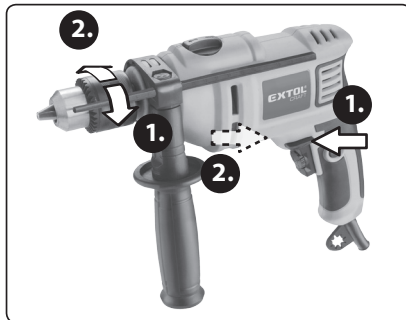

Abb. 7
3. Um die Drehrichtung des Bohrmaschinenspindelkopfes einzustellen, drücken Sie den Drehrichtungsschalter (Abb. 1, Position 5). Um die Spindel in Richtung "1" zu drehen, drücken Sie den Schalter in Richtung "1". Um die Spindel in Richtung "2" zu drehen, drücken Sie den Schalter in Richtung "2", siehe Abb. 7.